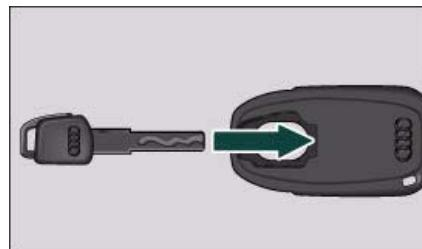

Fig. 22 Colocar la
- Introduzca por completo la llave para el monedero ⇒ fig. 22 en el adaptador. Compruebe que los anillos de Audi queden hacia arriba.